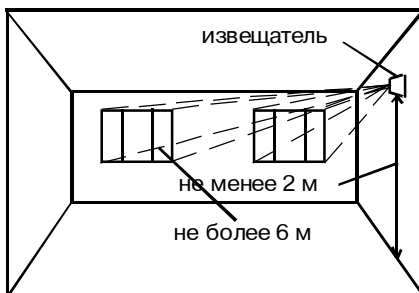
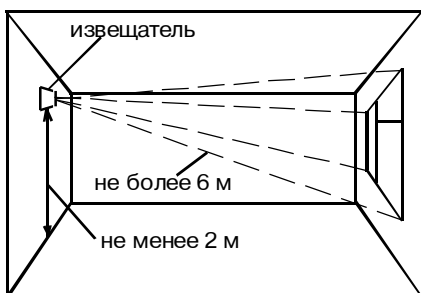
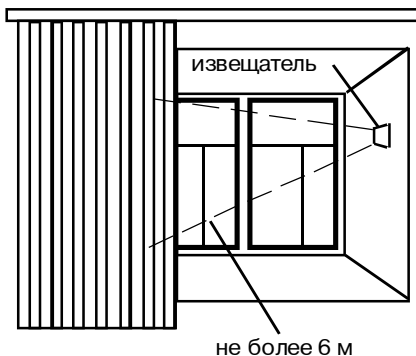

Рис. 39 Установка на боковой стене
Рис. 40 Установка на противоположной стене
Рисунок 42. Установка между
- допускается установка извещателя на любой из боковых (рисунок 39) или противоположной (рисунок 40) стене, а также на потолке помещения (рисунки 38 и 41) или в простенке между охраняемым стеклом и занавесями (рисунок 42);
- допускается установка извещателя на любой из боковых (рисунке 39) или противоположной (рисунке 40) стене, а также на потолке помещения (рисунки 38-41) или в простенке между охраняемым стеклом и занавесями (рисунок 42);